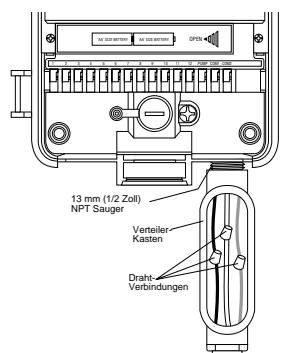

Abb. 21: Wechselstromverkabelung mit Abzweigkasten
- Schließen Sie die Stromquellenleitungen an den vom Steuergerät ausgehenden Kabeln an. Achten Sie darauf, daß die Quellen-Erdung (oftmals ein grünes Kabel oder Blankkupferleiter) am grünen Kabel des Steuergerätes angeschlossen wird. Das grüne Kabel MUSS angeschlossen werden! Schließen Sie die anderen Kabel auf entsprechende Weise an [siehe Abb. 21]. **Hinweis:** Die amerikanischen 110-Volt AC-UL-Controller haben drei Kabel, die an der Stromquelle angeschlossen werden: schwarz, grün und grün. Diese entsprechen den gleichfarbigen Kabeln, die von der Stromquelle ausgehen. Der europäische 230-Volt-Wechselstrom-Steuergerät hat eine ähnliche dreifarbig Kabelkombination: braun, blau und grün mit gelbem Streifen. Achten Sie darauf, daß alle Kabel am richtigen Stromquellenkabel angeschlossen werden.